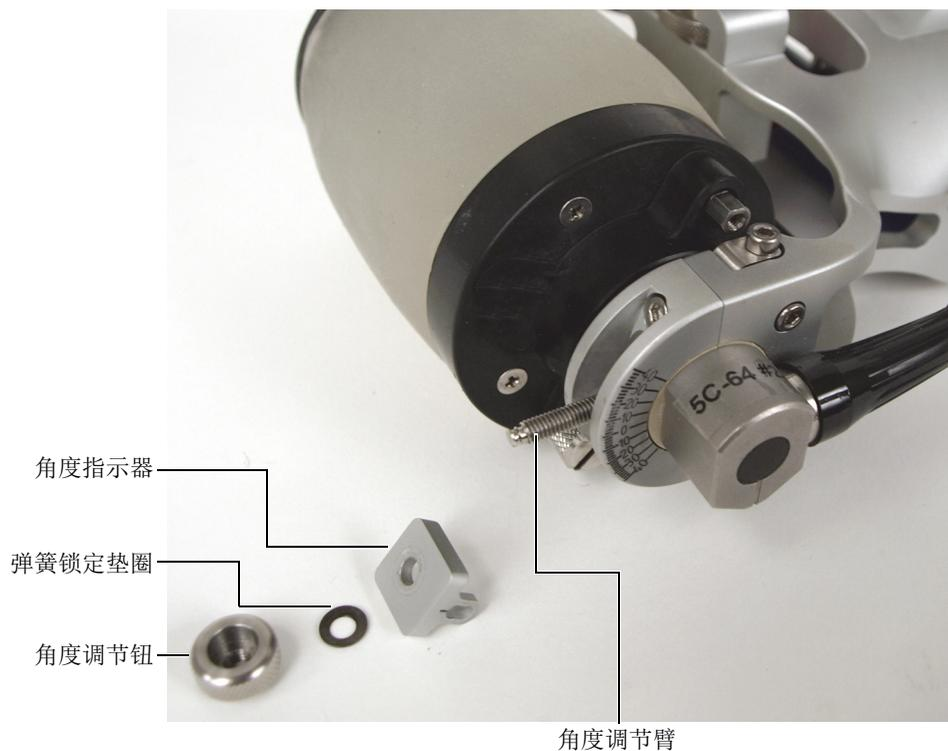

图 6-1 取下探头角度调节组件
1. 从RollerFORM扫查器的角度调节臂上取下探头的角度调节钮、弹簧锁定垫圈，以及角度指示器（参见第72页的图 6-1）。